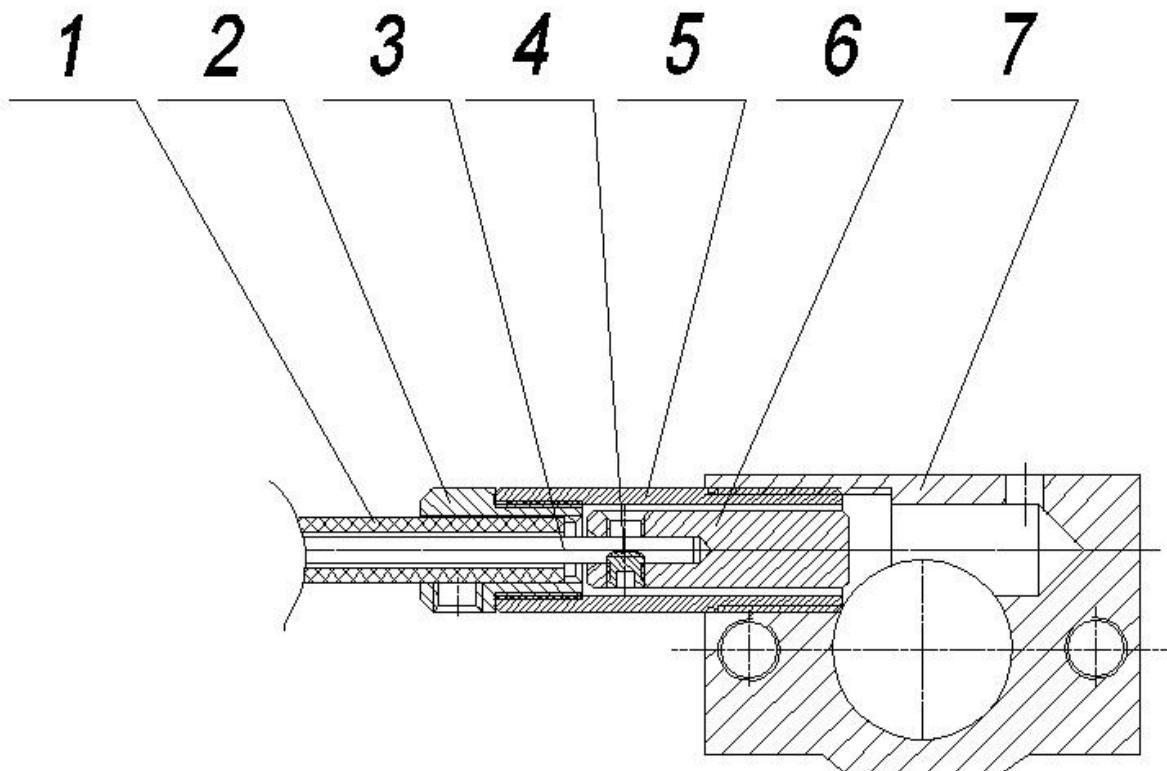
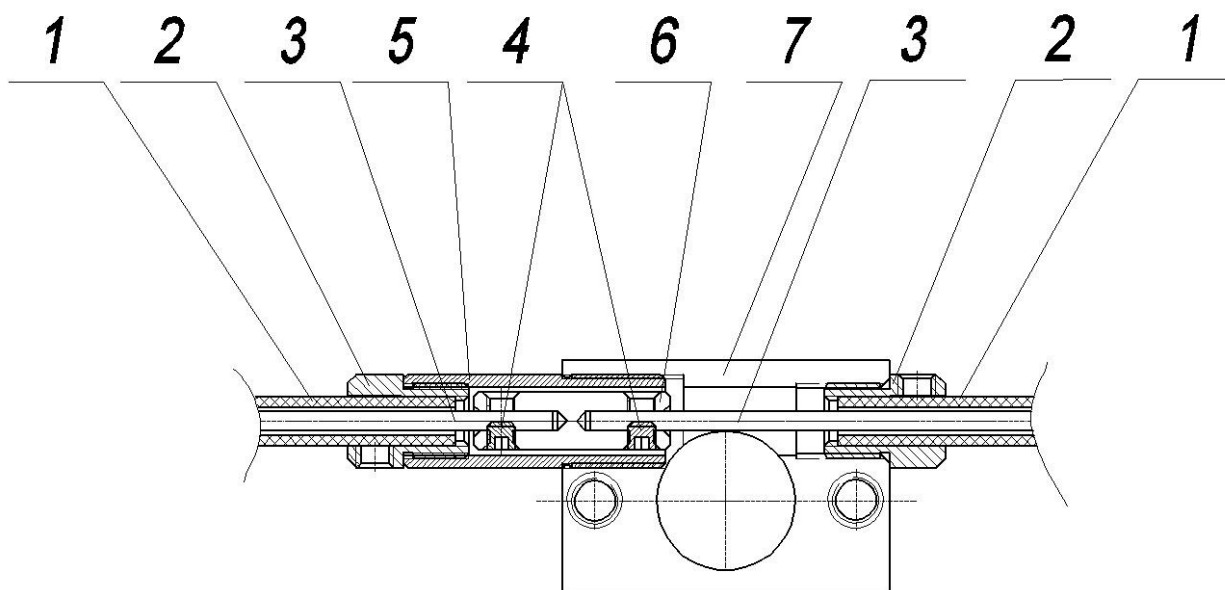
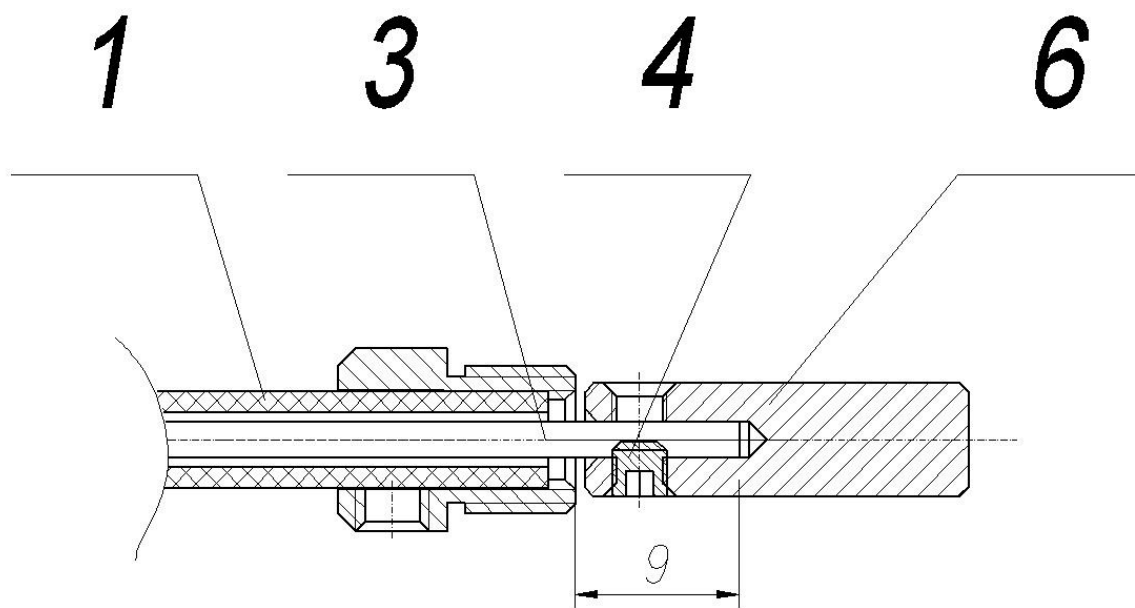

рис.3
рис.5
рис.7
3. собрать замок согласно рис.3 при необходимости уменьшив длину оболочки приводного троса (рис.7).
5. собрать первый замок согласно рис.5 при необходимости уменьшив длину оболочки приводного троса (рис.7)
6. собрать второй замок согласно (рис.3) при необходимости уменьшив длину оболочки приводного троса (рис.7)
Вывернуть стопор М3х3. Снять штырь с приводного троса. Скрутить соединитель с пластиковой оболочки. Обрезать ножом пластиковую оболочку до необходимой длины. Оттянуть страховочный трос до конца. Накрутить соединитель на пластиковую оболочку. Отрезать трос так, чтобы он был длиннее пластиковой оболочки на 9мм рис.7. Надеть штырь на трос и зафиксировать стопором М3х3.